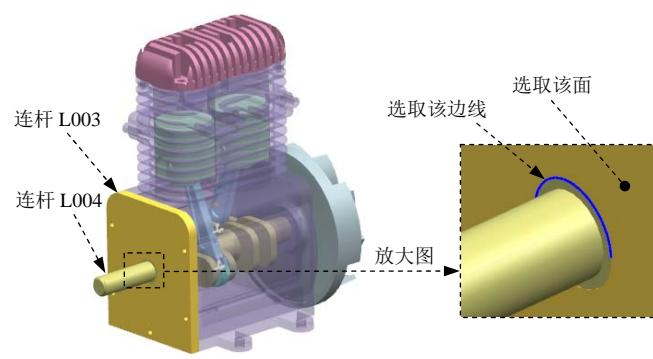

图 10.4.11 定义旋转副 (一)
(1) 选择下拉菜单 **插入(S)** → **运动副(M)…** 命令，系统弹出“运动副”对话框。
(2) 定义运动副类型。在“运动副”对话框 **定义** 选项卡的 **类型** 下拉列表中选择 **旋转副** 选项。
(3) 选择连杆。选取图 10.4.11 所示的连杆 L003。
(4) 定义原点及矢量。在“运动副”对话框的指定原点下拉列表中选取“圆弧中心”选项，在模型中选取图 10.4.11 所示的圆弧为定位原点参照；选取图 10.4.11 所示的面作为矢量参考面。
(5) 添加啮合连杆。在“运动副”对话框的基本区域中选中 啮合连杆复选框，单击选择连杆 (1)，选取图 10.4.11 所示的连杆 L004。
(6) 定义啮合连杆原点及矢量。在“运动副”对话框基本区域的指定原点下拉列表中选取“圆弧中心”选项，在模型中选取图 10.4.11 所示的圆弧为定位原点参照；选取图 10.4.11 所示的面作为矢量参考面。
(7) 定义驱动。在“运动副”对话框中单击驱动选项卡，在旋转下拉列表中选择恒定选项，并在其下的初速度文本框中输入值 600。
(8) 单击应用按钮，完成第一个运动副的添加。